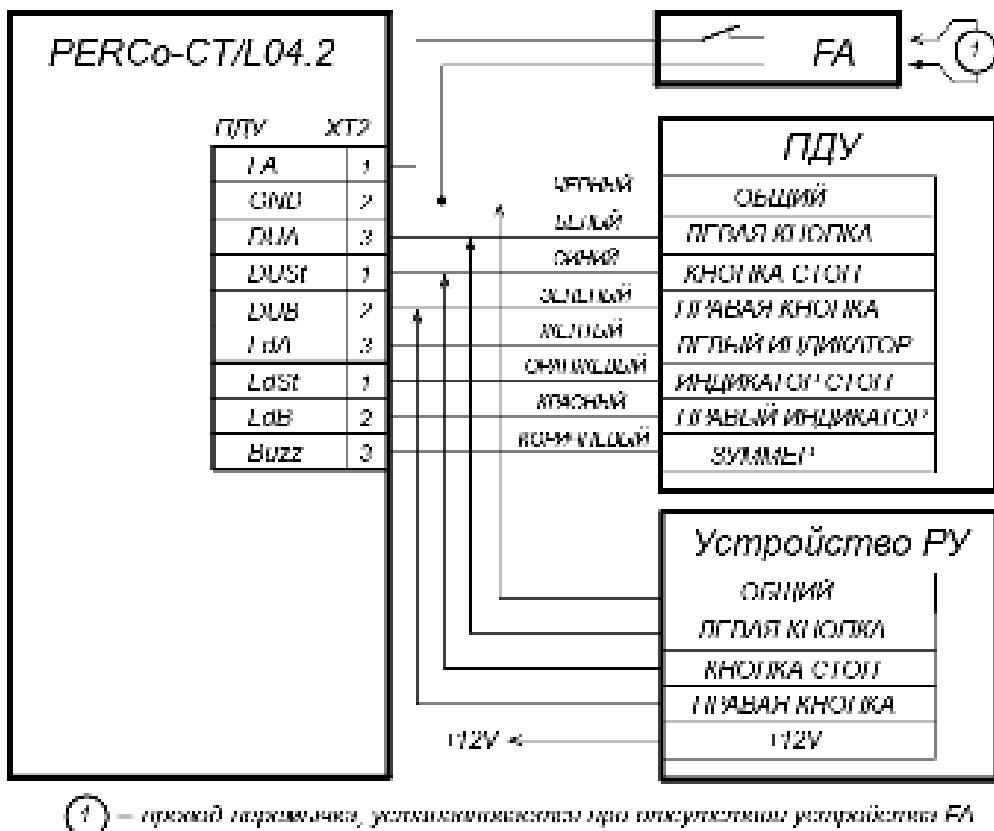

Рисунок 10. Схема подключения ПДУ или устройства РУ для вариантов конфигурации «Контроллер для управления турникетом» и «Контроллер АТП»
4. ПДУ (или устройство РУ) подключается к клеммной колодке **XT2** нижней платы контроллера согласно схеме, представленной на рис. 10.
Подключение осуществляется к контактам клеммной колодки **ХТ2** (см. рис. 10).